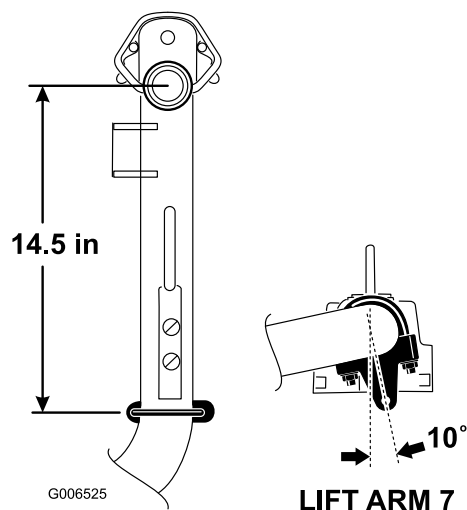

Figure 6
3. Sur les bras de relevage n° 6 et 7, positionnez les supports et les étriers filetés à 38 cm derrière l'axe du pivot (Figure 6). Tournez les supports de 10 degrés vers l'extérieur de la machine.